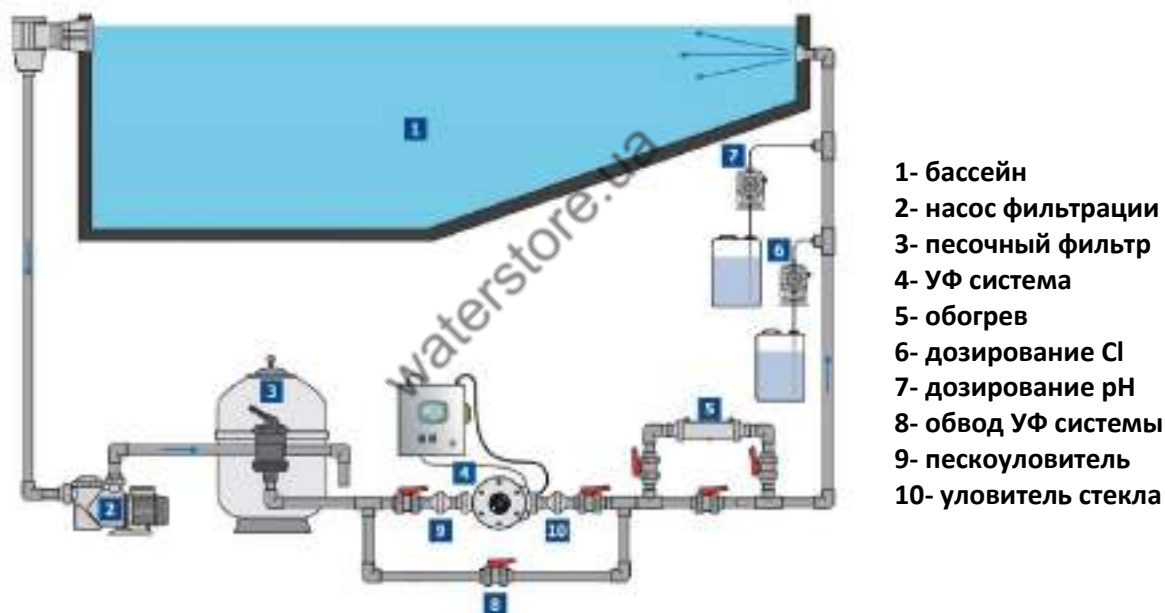

Рис.7 Чертеж рекомендуемого включения УФ системы в технологию бассейна
- Рекомендуется обеспечить УФ реактор обводной трубой (байпасом), т.к. перепускные клапаны позволяют беспрепятственный уход и обслуживание. См. рис. 7.
- За УФ реактор и перед ним следует установить уловители стекла и песка. Размер отверстий сита пескоуловителя – 0,15 мм и для стеклоуловителя (на случай механического повреждения) – 0,5 мм. См. рис. 7.